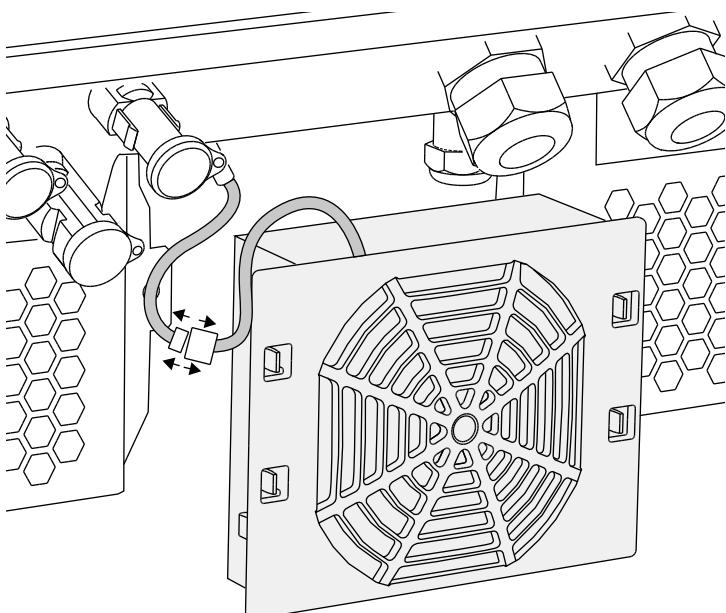

Fig. 64: Remova o cabo do ventilador
4. Retire completamente a unidade de ventilação da caixa. Para isso, desligue o conector do cabo do ventilador.  **Fig. 64**